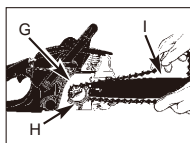

Fig. 3E
8. Treceți lanțul în jurul pinionului (G) din spatele ambreiajului (H). Asigurați-vă că legăturile sunt bine fixate între dinții pinionului. (Fig.3E)
9. Ghidați legăturile unității în șanț (I) și în jurul capătului barei. (Fig.3E)